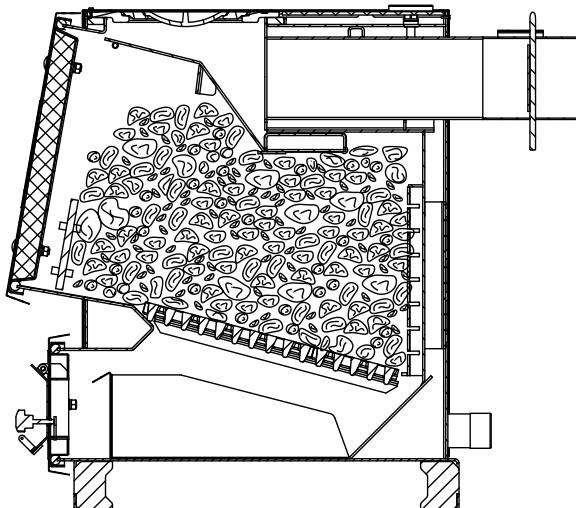

Рис.6. Схема загрузки аппарата Master X.
- 8.4.5. Добавьте очередную порцию топлива, когда разгорится первый слой основного топлива, равномерно распределить его по всему объему в соответствии рис.6.